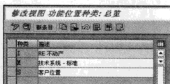

图 10-78 “修改视图 功能位置种类：总览”界面
STEP 1 在命令栏输入 SPRO 命令，通过菜单选择“工厂维护和服务→工厂维护和服务中的主数据→技术对象→功能位置→定义功能位置的种类”选项，在弹出的界面中单击“④”按钮，进入“修改视图 功能位置种类：总览”界面，如图 10-78 所示。